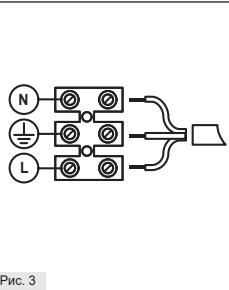

Рис. 3
1.5. Присоедините концы кабеля к позициям L, N, ⊕ (Рис. 3).